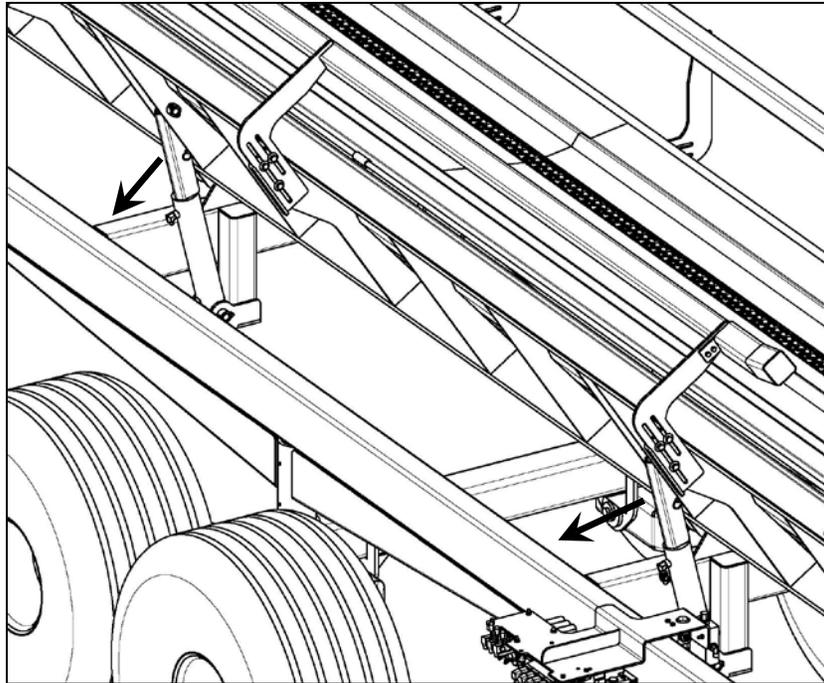

Figure 7.1 Installation des béquilles de sécurité
- 2- Placer les béquilles sur les tiges des cylindres comme illustré à la Figure 7.1